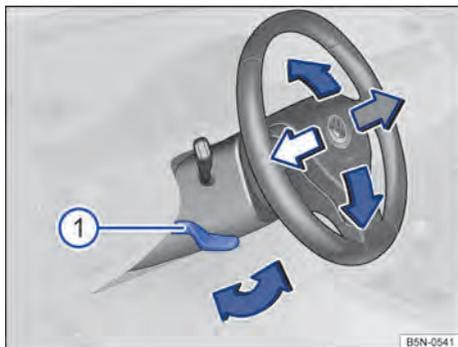

Fig. 53 Debaixo do volante no revestimento da coluna de direção: alavanca para o ajuste mecânico da posição do volante.
- Girar a alavanca ⇒ Fig. 53 ① para baixo ⇒ .
- Virar a alavanca ⇒ Fig. 53 ① sempre com firmeza para cima após o ajuste para que o volante não mude sua posição sem supervisão durante a condução.